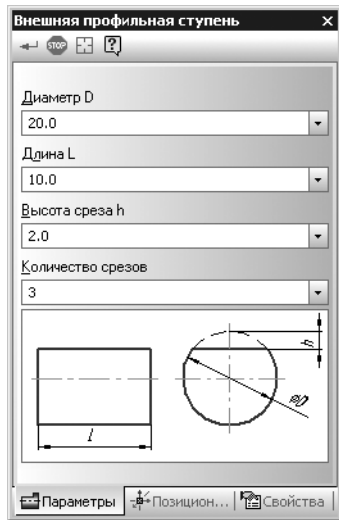

Рис. 11.8.
1. Раскройте на панели свойств **Внешняя профильная ступень** вкладку **Параметры** (рис. 11.8).